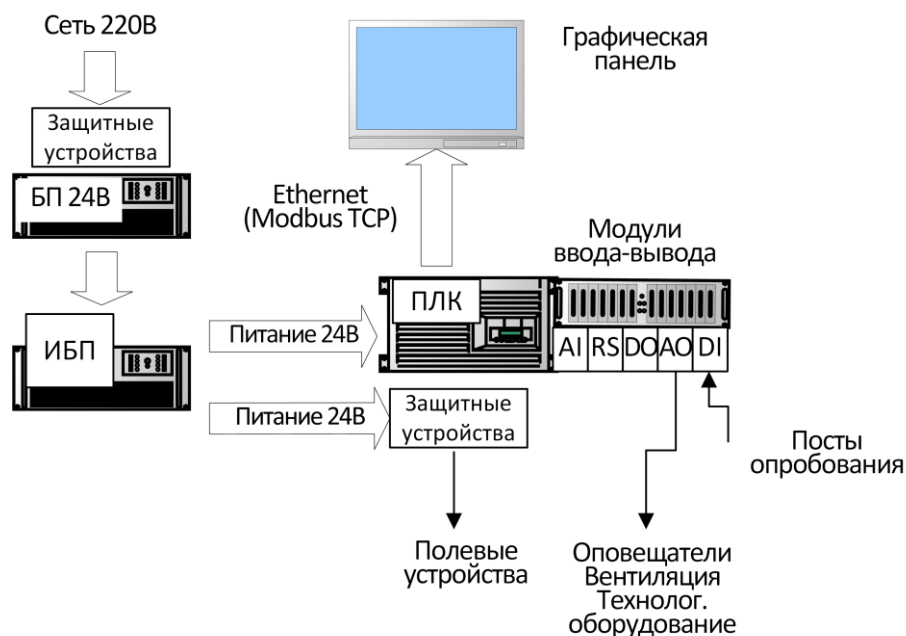

Рисунок 1 – Структурная схема ШКУЗ
1.3.1 ШКУЗ представляет собой систему распределённого ввода/вывода информации с централизованным управлением, построенную по модульно-блочному принципу и сетевой организацией обмена информации, является проектно-компоновым¹ изделием (см. рис. 1), и в общем виде содержит следующие составные части:
- модули ввода дискретных сигналов (DI);
- модули вывода дискретных сигналов (DO);